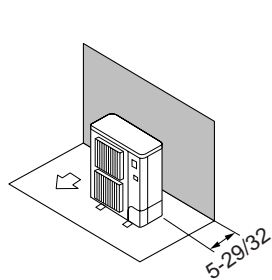

Fig. 2-2
- ① Obstacles uniquement à l'arrière (Fig. 2-2)